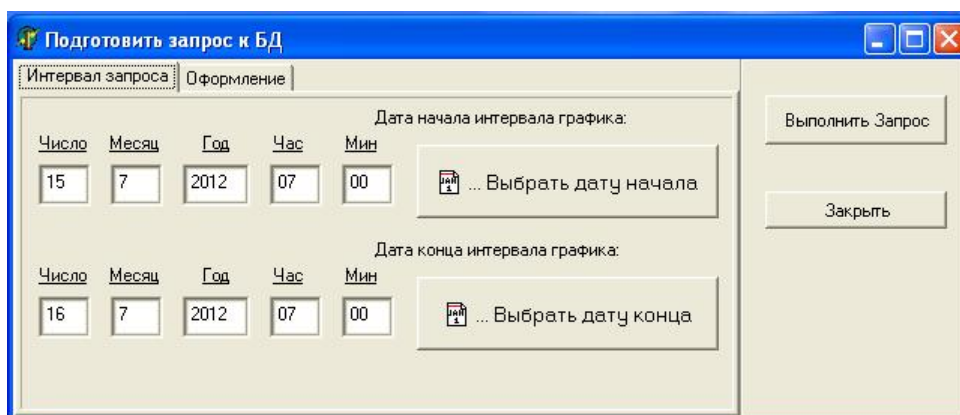

Рисунок 17. Создание ежедневного отчёта. Интервал запроса
Эта команда предназначена для создания Ежедневного отчёта. По данной команде на экране появляется диалоговое окно (смотри рисунок 17). В этом окне есть две закладки:
- Интервал запроса. Позволяет указать дату – время начала и конца интервал времени, который будет анализироваться в процессе составления отчёта (смотри рисунок 17).